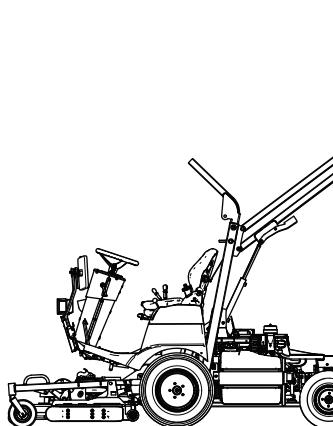

図 140
2. ホッパー図 140を一番高い位置に設定する ホッパーを上昇させる (ページ 28)を参照。
3. ホッパー内部にあるごみをダンプし図 140、後部ドアがぶら下がった状態のままにする ホッパーからダンプする (ページ 29)を参照。